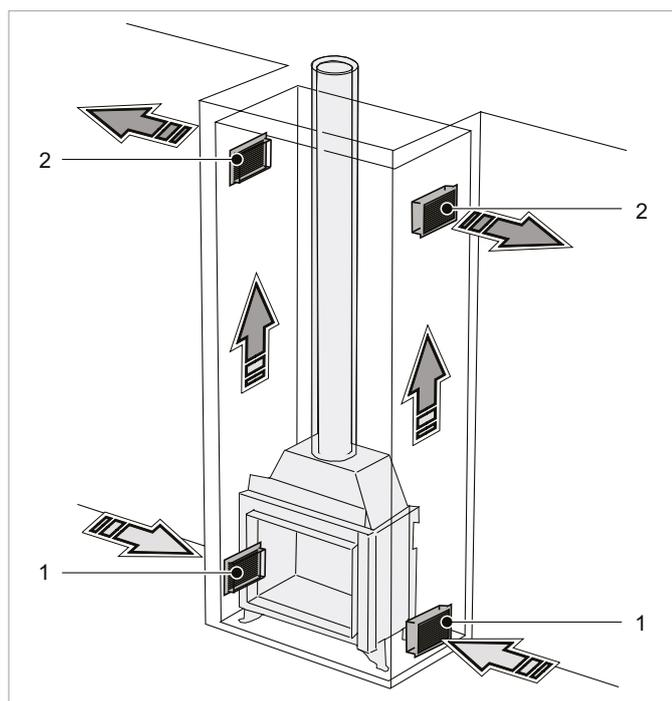

Abbildung 16: Kaminverkleidung ohne Konvektionsmantel
5. Platzieren Sie die Drosselplatte in den Öffnungen im Abgasaustritt (siehe Abbildung 16).